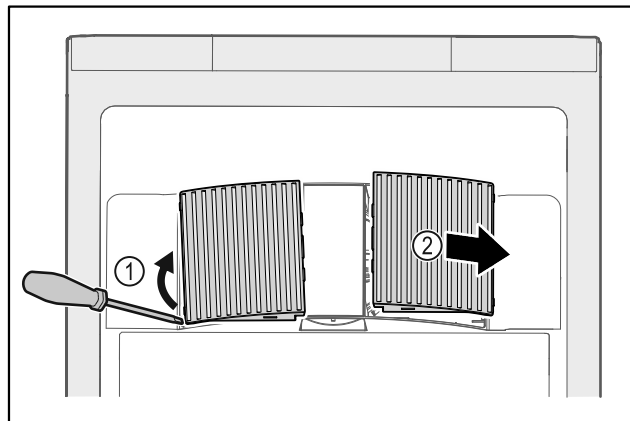

Fig. 145
► Z boku opatrně vytáhněte ventilátorové kryty Fig. 145 (1) a sejměte je směrem dopředu Fig. 145 (2).